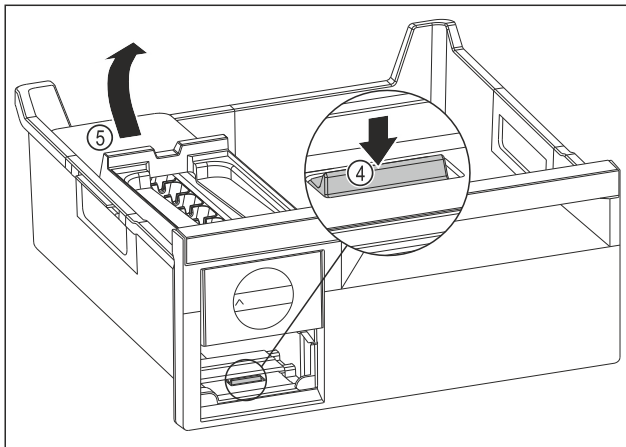

Fig. 136
- ▶ Izvadite tijelo sustava EasyTwist-Ice: Pritisnite jezičak Fig. 136 (4) prstom prema dolje i istovremeno drugom rukom podignite tijelo sustava EasyTwist-Ice Fig. 136 (5) straga.